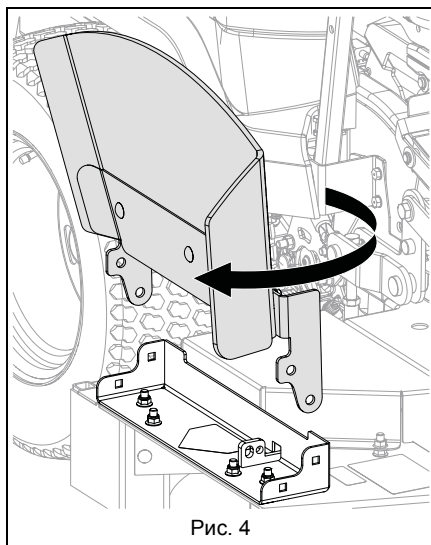

Рис. 4
7. Поверните выпускной желоб на 180 градусов. См. Рис. 4.